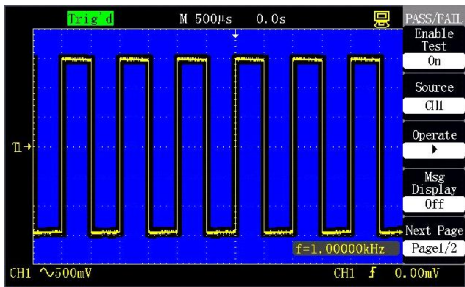

Figura 2-73 Página 1 do menu passa/falha
- Pressione “Signal source selection” para selecionar o canal de entrada de sinal. Na figura 2-73 CH2 está selecionado.